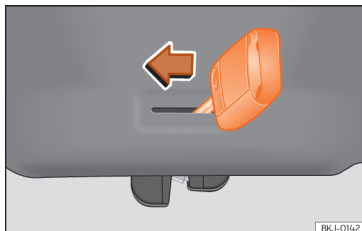

Fig. 91 Pormenor da bagageira: destrancagem de emergência.
- Introduza o palhetão da chave na ranhura e desloque a chave no sentido da seta até que a fechadura desbloqueie » » Fig. 91.